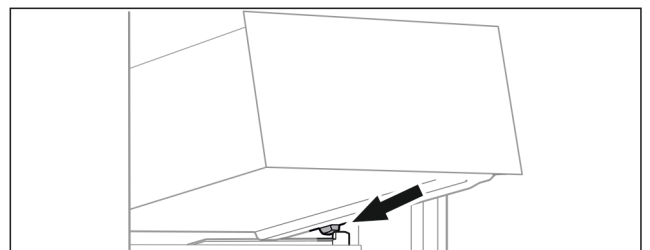

Fig. 71
- ▶ Stavite ladicu ukoso iza zaustavljača na žlijeb spremnika. (pogledajte Fig. 71)